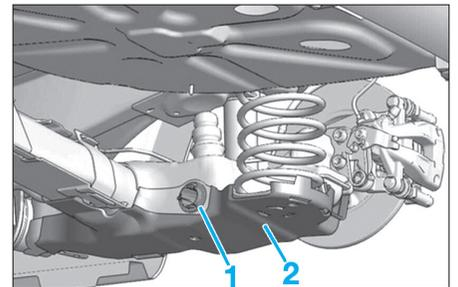

Fig. 42
- Déposer le guide (1) (Fig.42).